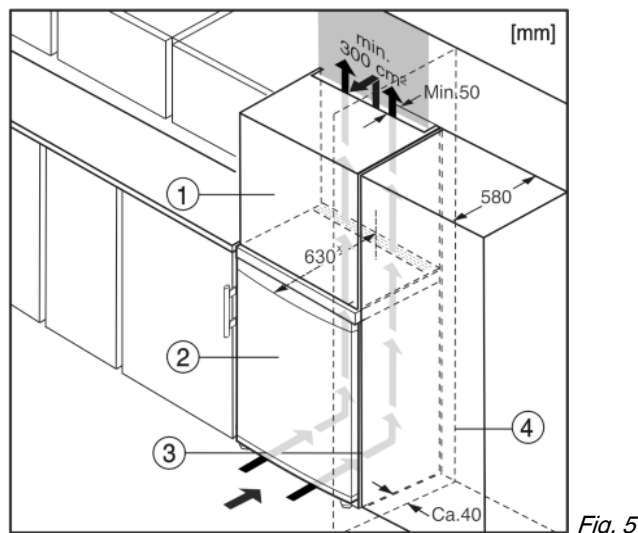

Fig. 5
Устройство может быть окружено кухонными шкафами. Чтобы уравнять устройство Fig. 5 (2) по высоте с кухонной стенкой, можно установить над устройством дополнительный шкафчик Fig. 5 (1).
При комбинировании с кухонными шкафами (глубина макс. 580 мм) устройство можно установить непосредственно рядом с кухонным шкафом Fig. 5 (3). Устройство выступает сбоку на 34 мм * и по центру на 50 мм * относительно передней стенки кухонного шкафа.
Если устройство установлено на шарнирах у стены Fig. 5 (4), то расстояние между устройством и стеной должно быть не менее 40 мм. Настолько выступает ручка при открытой двери.